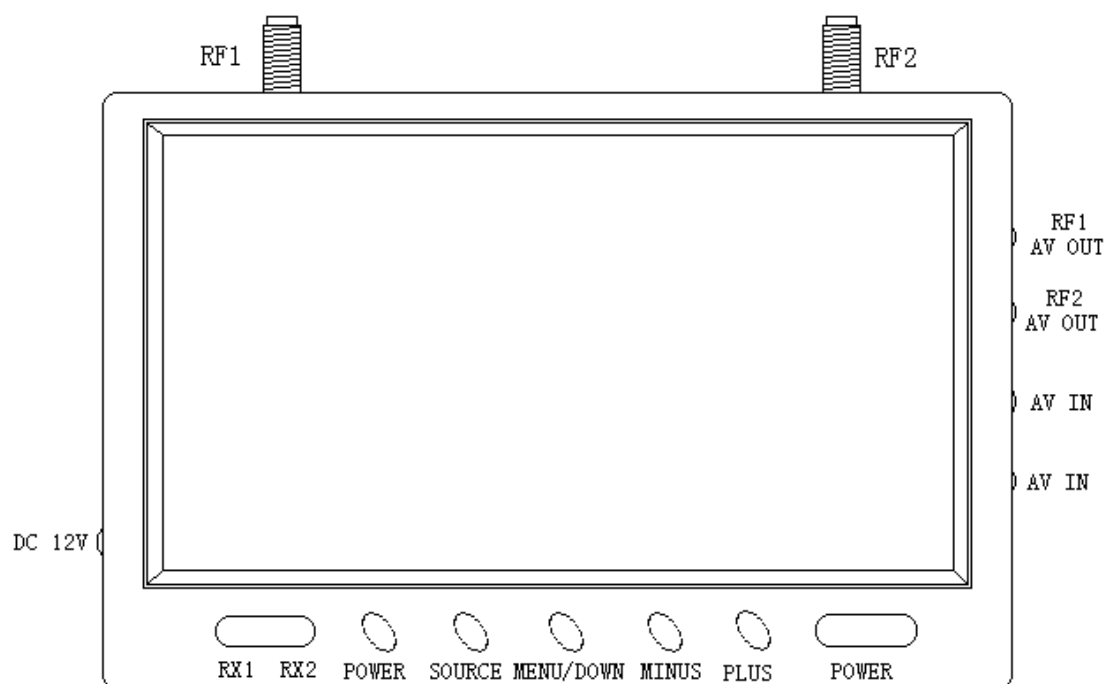
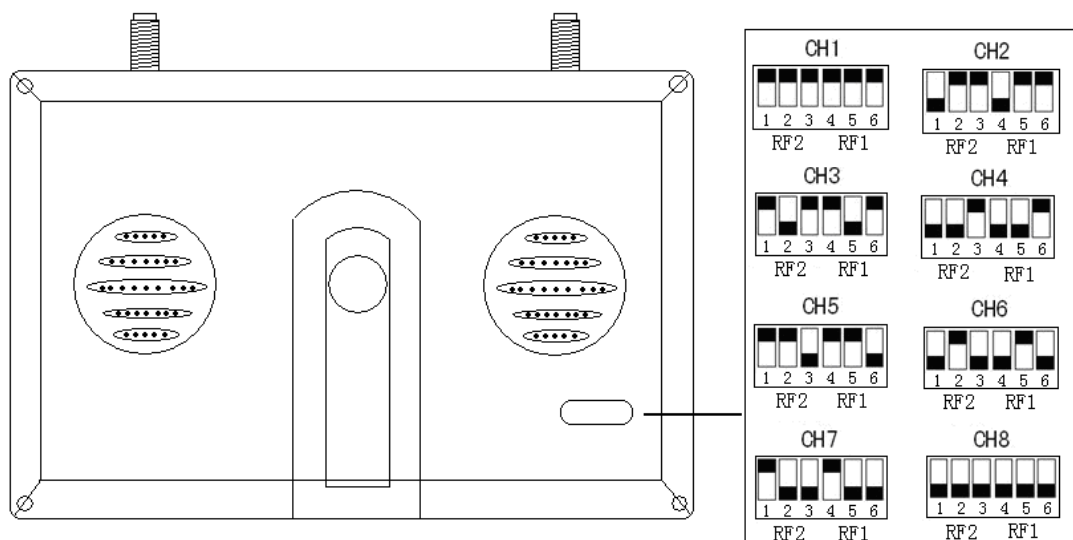

图 1
图 2
1. 接好匹配好的 RF 发射机，将电源适配器插入 DC 12V 位置，（如图 1）右下角 POWER 位置 LED 亮, RX1 和 RX2 会交替亮, RF1 对应 RX1, RF2 对应 RX2, 信号强者优先, LCD 显示的图像为 RF1 和 RF2 交替,（如图 2）拨码开关要拨到同样的位置, 才能实现分集功能
2. 将配好的 AV 线一头插入 ^{RF1} AV OUT , 另外一头插入监视器, 监视器可以看到 RF1 接收到图像, 将配好的 AV 线一头插入 ^{RF2} AV OUT , 另外一头插入监视器, 监视器可以看到 RF2 接收到图像,（如图 2）拨码开关 RF1 和 RF2 拨到不同的位置, 两路信号才不会有干扰
3. 将外界 AV 信号用配好的 AV 线接入（如图 1）右这两个 AV IN, 任意一个, LCD 会自动切换到外界接入的 AV 信号
4. 按键介绍（见图 1）
- ①POWER LCD 电源开关
- ②SOURCE AV1 和 AV2 选择, 备注: RC701 只有一路 AV 输入, 另一路没有信号
- ③MENU/DOWN 菜单, 菜单下行选择, 亮度-对比度-色度-语言（9 种语言）-图像（正常和 180° 翻转）-图像选择（16: 9 和 4: 3）-无信号关机（5S/10S/OFF）-复位
- ④MINUS 下行调节, 进入 MENU/DOWN 后, 下行调节
- ⑤PLUS 上行调节, 进入 MENU/DOWN 后, 上行调节